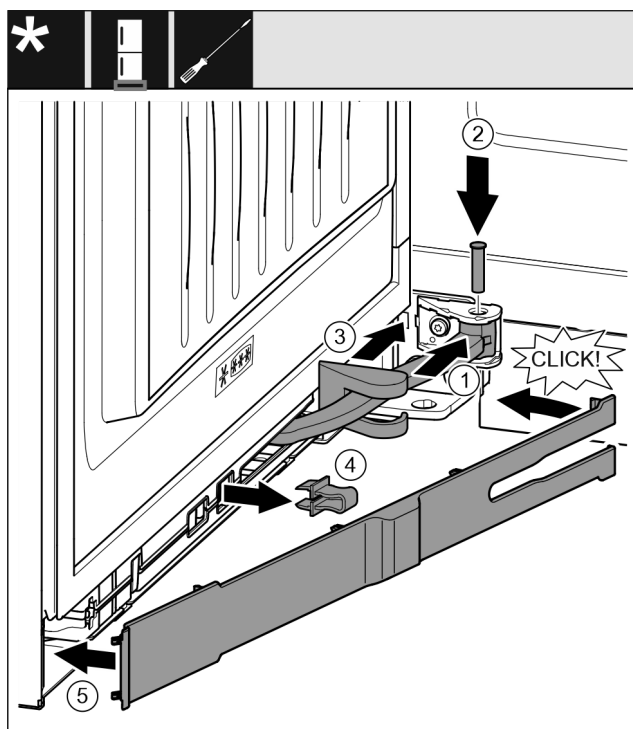

Fig. 63
- ▶ Zavrtite zgibni del Fig. 63 (1) v vpetju.
- ▶ Z izvijačem vstavite sornik Fig. 63 (2) v vpetje in zgibni del. Pri tem pazite, da zaskočni zapah pravilno sedi v utoru.
- ▶ Potisnite pokrov ležajnega podstavka *Fig. 63 (3)* vzdolž zgibnega dela in ga montirajte nad vpetjem.
- ▶ Snemite varovalo *Fig. 63 (4)*.
- ▶ Namestite zaslonko *Fig. 63 (5)* na strani ročaja in jo obrnite navznoter.